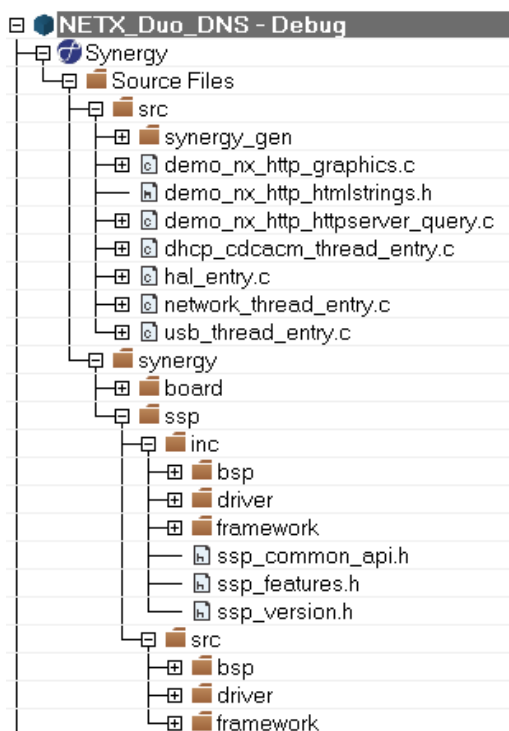

図 1.10 [Synergy Configuration] (Synergy 構成) タブ
6. プロジェクトは、図 1.10 に示すフォルダ構造になります。